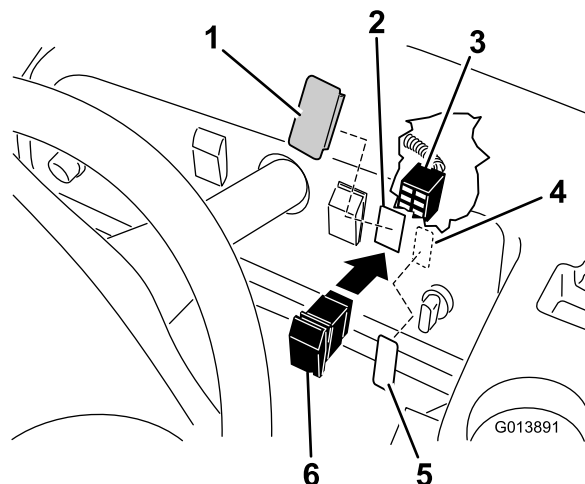

Bild 15
1. Entfernen Sie die Abdeckung vom Loch an der rechten Seite des Armaturenbretts (Bild 15).
2. Setzen Sie den Schalter in das offene Loch im Armaturenbrett (Bild 15).